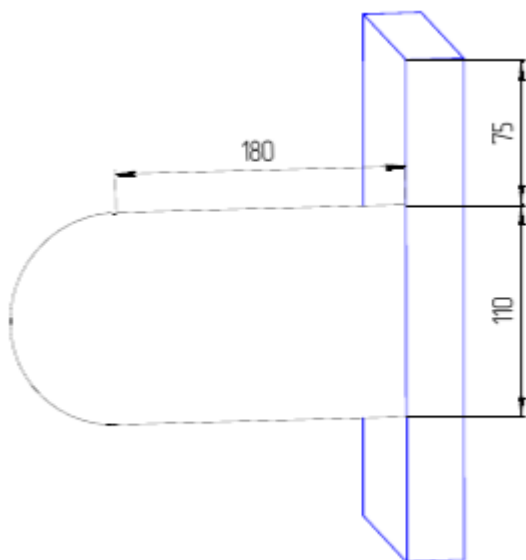

Рис. 3 Эскиз проушины
- Удалите этот отрезок и вспомогательную прямую (рис. 3).